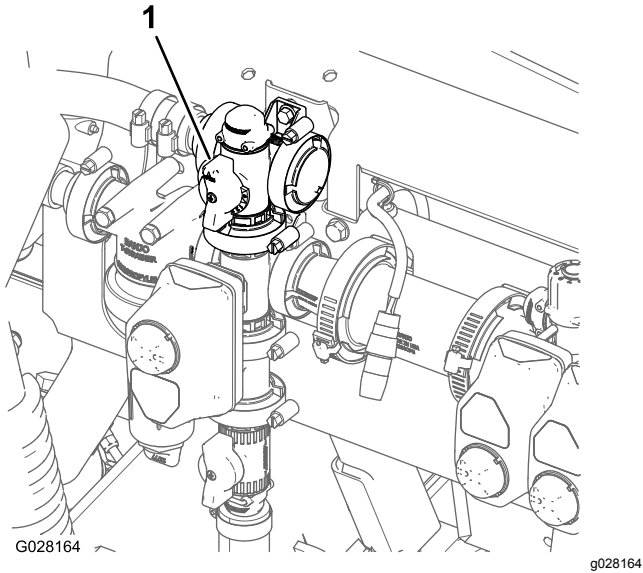

Bild 32
9. Stellen Sie das Rührwerksicherheitsventil (**Bild 32**) hinten am Rührwerkventil so lange ein, bis das Druckmanometer für den Druck des Sprühsystems 689 kPa (100 psi) anzeigt.